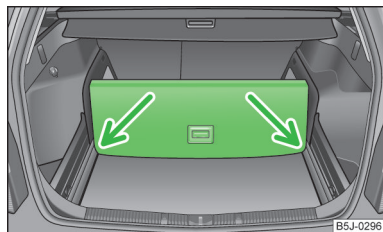

Fig. 51
- Sollevare la parte con il supporto e quindi fissarla facendola scivolare all'interno delle scanalature contrassegnate dalle frecce » fig. 51.